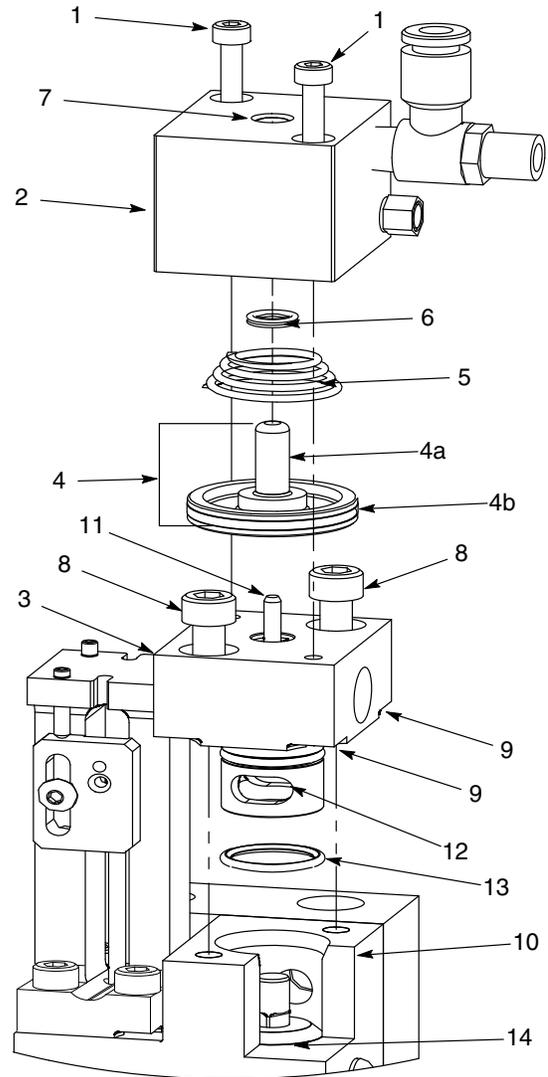

Abb. 7 Reparatursätze
**HINWEIS:** Der Luftkolbensatz enthält Pos. 4 und 6 aus Abb. 7.
1. Die zwei Schrauben (1) und Luftkappe (2) vom Gehäuse abnehmen. Die Fläche (3) des Dichtungskappengehäuses reinigen.
2. Alten Kolben (4), Feder (5) und Quad-Ring (6) von der Luftkappe abnehmen und den alten Kolben entsorgen.
3. Die Luftkappenbohrung und die Quad-Ringnut (7) mit geeignetem Lösungsmittel wie Isopropylalkohol reinigen..
5. Den neuen Quad-Ring (6) in der Nut (7) installieren.
7. Die Feder (5) auf den Kolben (4) setzen wie in Abb. 7 dargestellt.
8. Den Kolben (4) in der Luftkappe (2) installieren.
9. Gewindesicherungslack auf die Schrauben (1) auftragen und dabei die Luftkappe (2) gegen die Dichtungskappe (3) halten, um die Feder (5) zusammenzudrücken. Die Schrauben (1) installieren und mit 27 in.-lb anziehen.
Siehe Abb. 7.